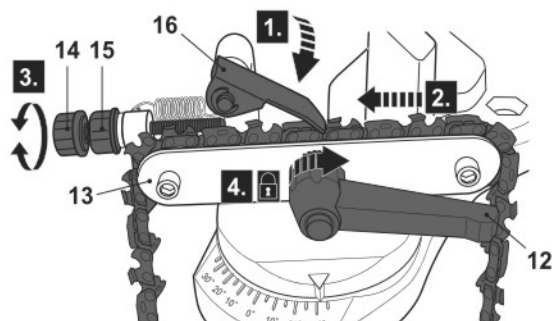

Fig. 8
- > Gire el tope de cadena hacia atrás (16) y déjelo en esa posición, justo detrás del eslabón de la cadena de corte que vaya a afilar (Fig. 8).
- > Tense la cadena de la motosierra hacia atrás hasta que quede apoyada en el tope de cadena (16).
- > Empuje hacia abajo el alojamiento del motor (3) con la empuñadura (1) para comprobar cuánto material va a amolarse.
- > Ajuste el tope de cadena (16) con el tornillo de ajuste (14). Para ello, gírela a la derecha o a la izquierda. Empuje hacia abajo el alojamiento del motor (3) con la empuñadura (1) repetidamente para verificar el ajuste.
- > Una vez alcanzado el ajuste deseado, cierre el tornillo de banco (13) para fijar la cadena en esta posición. Para ello, gire la palanca de fijación (12) a la derecha y apriete el retén de ajuste (15) a la derecha.